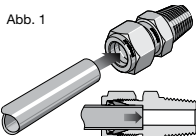

Abb. 1
1. Das Rohr in die Rohrverschraubung einstecken, bis es auf der Schulter aufsteht; die Überwurfmutter fingerfest anziehen. *Abb. 1.*